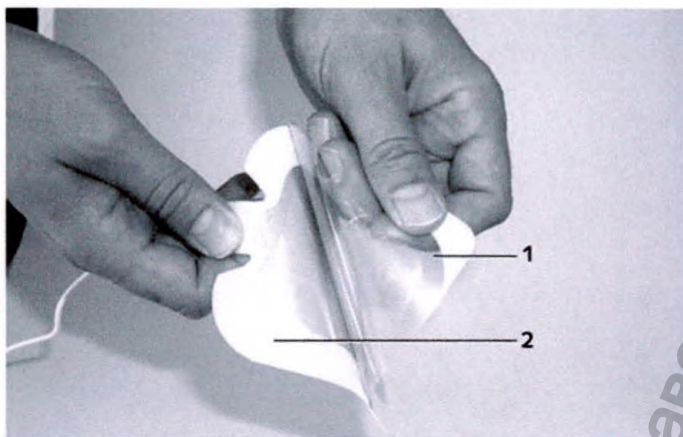
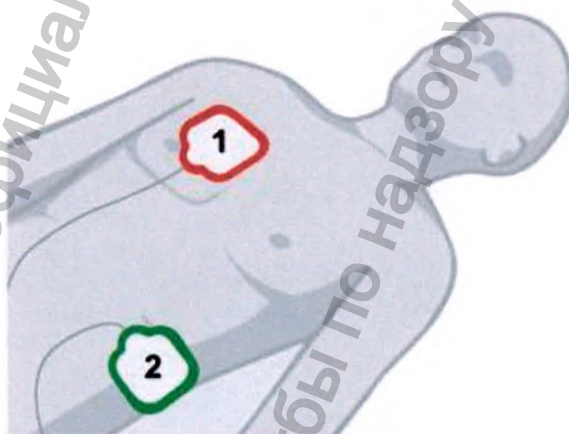

Рисунок 12 – Удаление фольги с одноразового электрода
Рисунок 13 – Установка одноразовых электродов на взрослых пациентах
Одноразовые электроды располагаются на взрослых пациентах следующим образом (см. рисунок 13):
- снимите защитную фольгу с одного из одноразовых электродов и немедленно закрепите его в указанном положении (см. рис. 12 для взрослых пациентов и рис. 13 для детей);